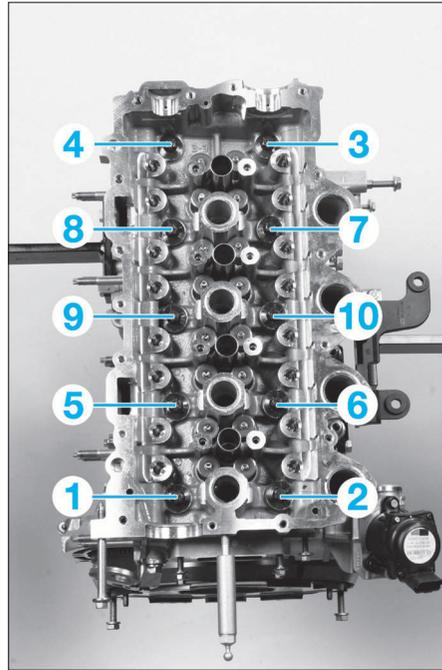

FIG. 54
- Desserrer les vis de fixation de la culasse dans l'ordre indiqué (Fig.54).